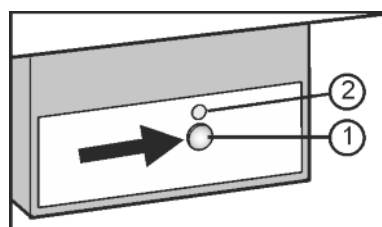

Fig. 22
- ▶ Premere il tasto On/Off Fig. 22 (1) finché si illumina il LED Fig. 22 (2).